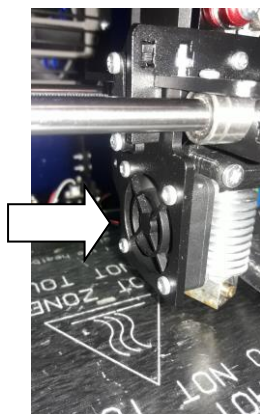

Рисунок 2.10 – Вентилятор обдува экструдера
6. Убедиться в запуске вентилятора обдува экструдера (рисунок 2.10).